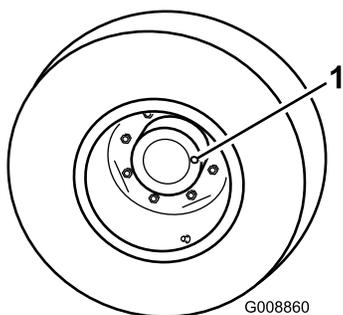

Figura 13
- Con la macchina parcheggiata su una superficie pianeggiante, posizionate la ruota in modo che il tappo di controllo/riempimento (Figura 13) si trovi nella posizione ore tre o nove.